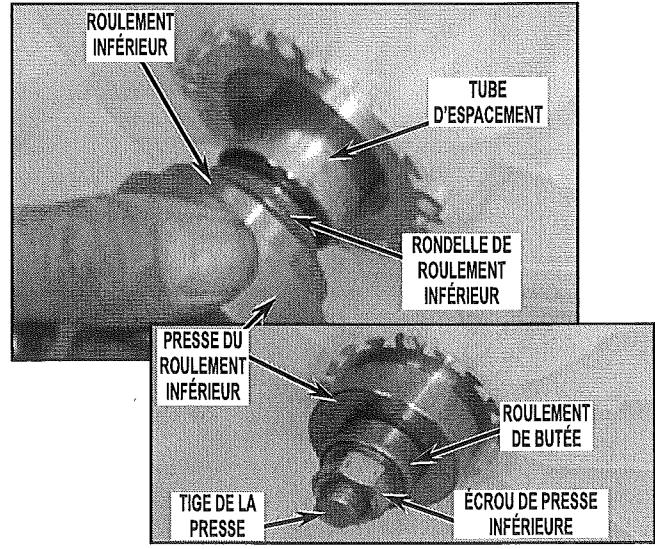

FIGURE 13
20. Placer sur la tige de la presse le tube d'espacement neuf, la rondelle de roulement inférieur neuve et le roulement inférieur. Installez ensuite les pièces de l'outil : presse du roulement inférieur, roulement de butée et écrou de la presse inférieure. Voir *Figure 13*.